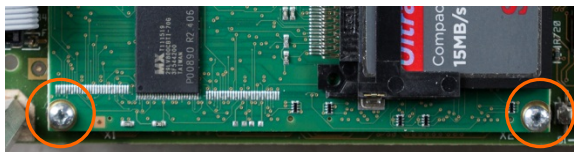

Figura 4-56: Viti di montaggio della scheda ETX
2. Rimuovere le altre due viti che bloccano la scheda ETX in posizione, mostrata nella Figura 4-56.
3. Dopo aver adottato tutte le precauzioni per evitare scariche statiche, sollevare la scheda ETX dai rispettivi connettori, cominciando dal bordo della scheda CF indicato nella Figura 4-56.